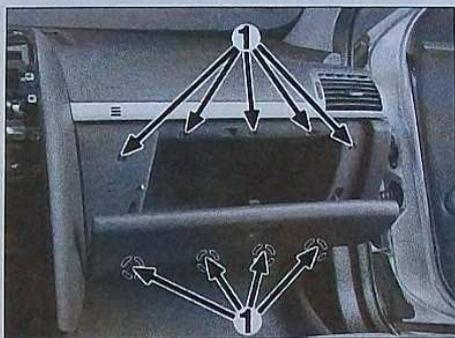

FIG. 13
- le commutateur de neutralisation d'airbag passager (A).
- les 9 vis (1) et le vide-poches passager (Fig.13).